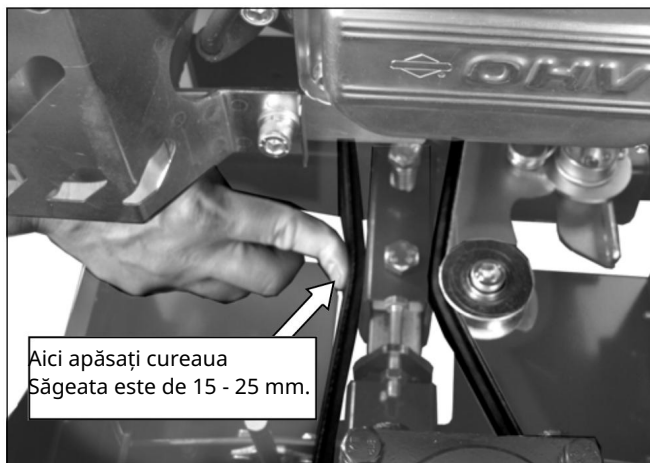

Fig. 23
7) Verificați întinderea curelei. Acționați pârghia și apăsați cureaua trapezoidală spre centrul mașinii (Fig. 23). Săgeata curelei trapezoidale întinse corect este de 15 ... 25 mm. În caz de necesitate, întindeți sau slăbiți cureaua (slăbiți șuruburile cuplajului, reglați întinderea cu șurubul tampon, apoi strângeți șuruburile cuplajului).